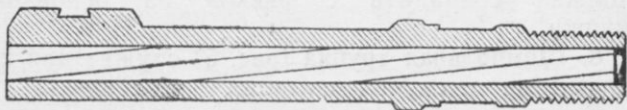

Рис. 3. Ствол
6. **Ствол** (рис. 3) служит для направления полета пули.